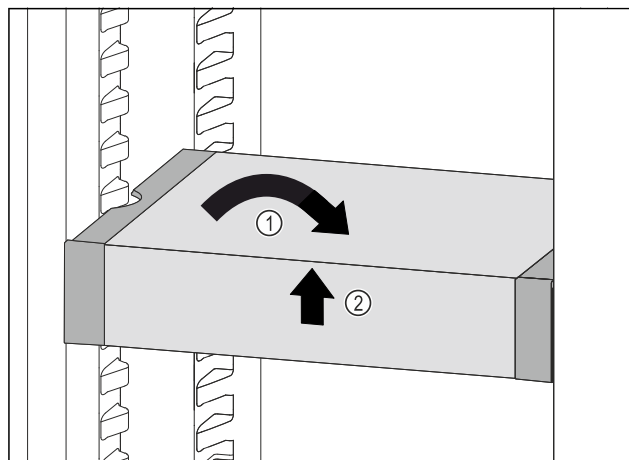

Fig. 70
- ▶ VarioSafe ustawić prosto. Fig. 70 (1)
- ▶ VarioSafe unieść z przodu. Fig. 70 (2)